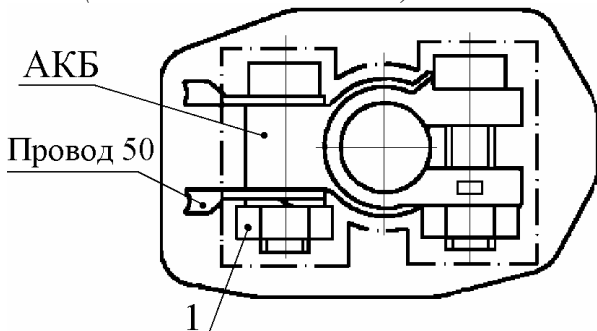

Рис. 11. Отсоединение провода от АКБ:
4.13.2. **Отсоединить провод 50** от "-" клеммы АКБ, отвинтив гайку 1 (рис. 11)